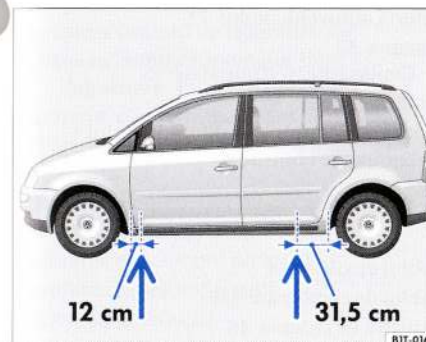

Fig. 61 Ridicarea cu ajutorul elevatorului: Puncte de fixare.
Autovehiculul trebuie ridicat cu ajutorul elevatorului numai în punctele indicate ⇒ fig. 61. Dacă autovehiculul nu este ridicat în punctele indicate, se pot produce accidentări grave ⇒ ⚠ și deteriorări la autovehicul ⇒ ⚠.
- Ridicați autovehiculul numai de punctele indicate în imagine ⇒ fig. 61. Dacă autovehiculul nu este ridicat în punctul precizat, el